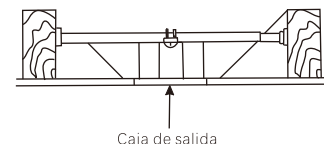

Imagen 4
**NOTA:** Dependiendo de la ubicación que seleccionó para la instalación, es posible que deba comprar e instalar un "Colgador de viguetas" para el soporte de la caja de salida. Asegúrese de que el colgador de viguetas que compre haya sido diseñado para el uso en ventiladores de techo. (Imagen 4)